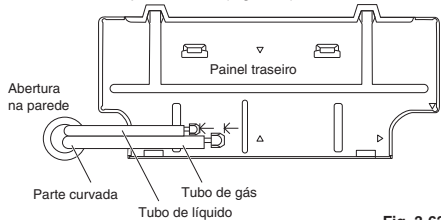

Fig. 3-63
- (1) Encaminhe a tubagem e o tubo de drenagem através da parede, permitindo um comprimento suficiente para a ligação. Logo, dobre a tubagem utilizando um aparelho de curvar tubos para instalar. (Fig. 3-63)